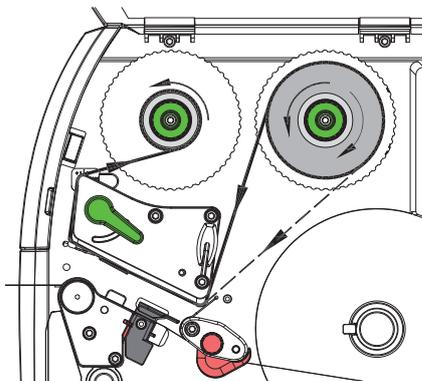

Bild 17 Transferfolienlauf
5. Transferfolienrolle (1) festhalten und Drehknopf am Abwickler (3) gegen den Uhrzeigersinn drehen, bis die Transferfolienrolle fixiert ist.
6. Geeigneten Transferfolienkern (4) auf den Transferfolienaufwickler (5) schieben und in gleicher Weise fixieren.
7. Transferfolie wie in Bild 17 durch die Druckbaugruppe führen.
8. Transferfolienanfang mit einem Klebestreifen am Transferfolienkern (4) fixieren. Hierbei die Rotationsrichtung des Transferfolienaufwicklers entgegen dem Uhrzeigersinn beachten.
9. Transferfolienaufwickler (5) entgegen dem Uhrzeigersinn drehen, um den Transferfolienlauf zu glätten.
10. Hebel (6) in Uhrzeigerrichtung drehen, um den Druckkopf zu verriegeln.